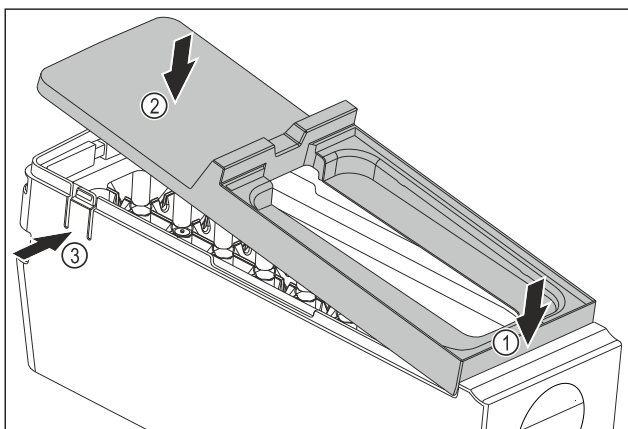

Fig. 133
- ▶ Montare la copertura del corpo dell'EasyTwist-Ice: Applicare la copertura sul davanti. Fig. 133 (1)
- ▶ Abbassare la copertura sul retro. Fig. 133 (2)
- ▷ La copertura si innesta in entrambe le linguette Fig. 133 (3) in modo udibile.